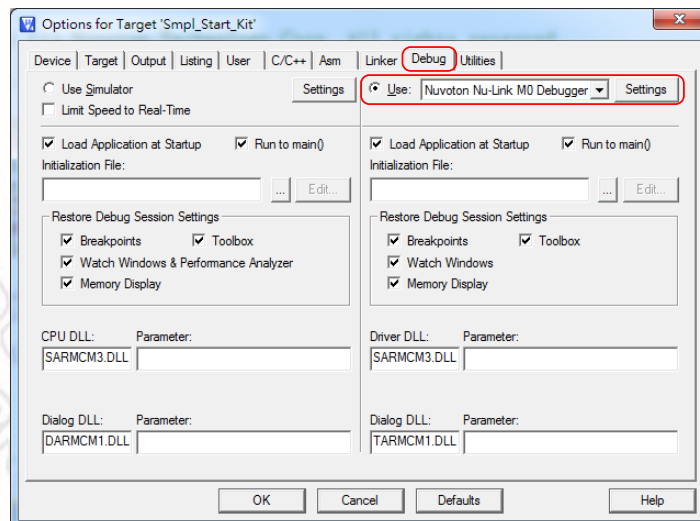

Figure 4-10 Keil RVMDK 仿真调试选项
Step 4: 点击: **Project** → **Options for Target** → **Debug**, 并确认 **Use: 「Nuvoton Nu-Link M0 Debugger** 这个选项被选择, 参见 Figure 4-10.